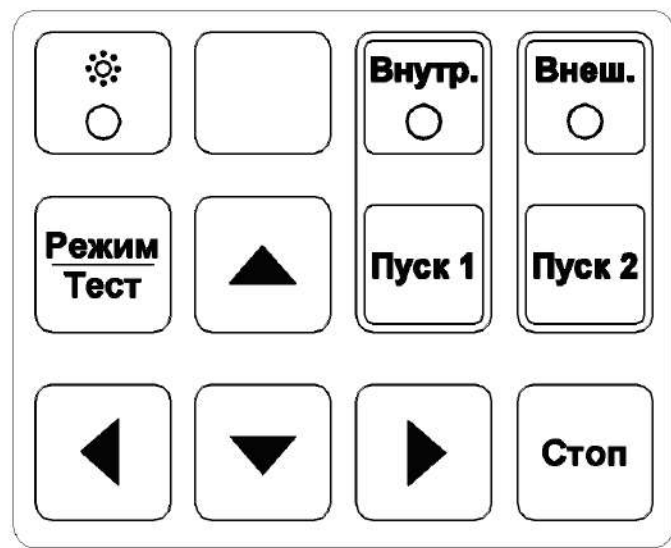

Рисунок 2. Вид клавиш управления
- 1.5.3.9 На лицевой панели блока управления термостата располагаются жидкокристаллический индикатор 2х16 символов, клавиши управления и индикаторные светодиоды, отражающие режимы работы (рисунок 2).